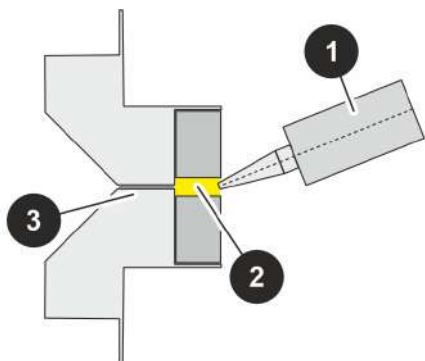

Fig. 25: Sección Fig. 24/3 Sellado del cubo recuperador
2. ➔ Pegue la cinta de sellado al bastidor de perfiles del cubo inferior. Antes, limpie y desengrase con acetona el bastidor de perfiles por los puntos de unión de la cinta de sellado autoadhesiva (Fig. 25/3). A continuación, pegue la cinta de sellado autoadhesiva a lo largo del punto de unión del bastidor de perfiles.
6. Selle el hueco entre los cubos (Fig. 25/2) por dentro y por fuera con Sikaflex 221 (Fig. 25/1). Aplique Sikaflex generosamente, presione con firmeza en los huecos con una espátula para que el aire se escape. A continuación, retire con una espátula. Retire el Sikaflex sobrante.